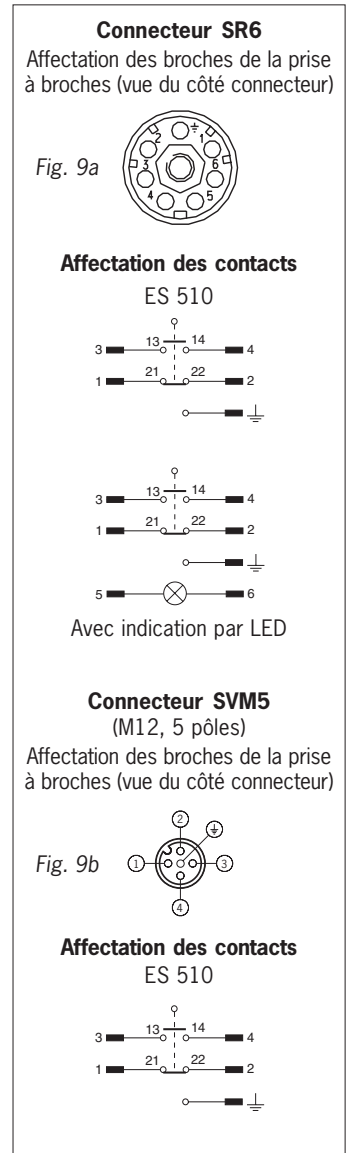

Figure 9 : Eléments logiques et affectation des broches
- ▶ Disposizione dei contatti: vedere fig. 9.